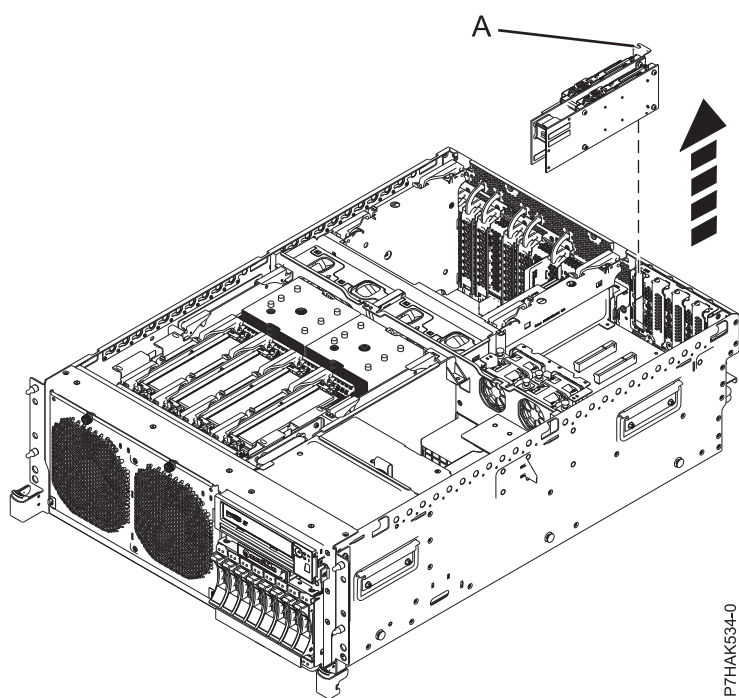
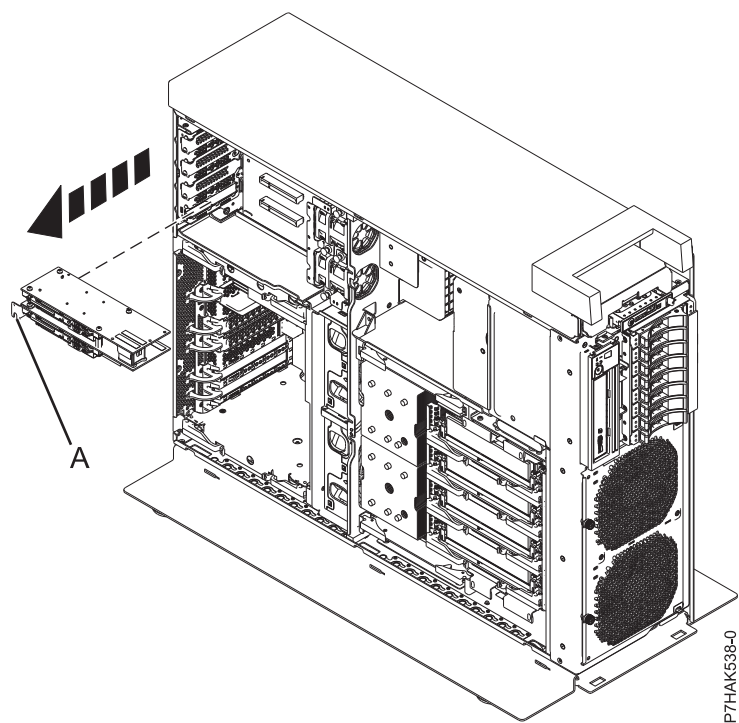

図 24. ラック・マウント・システムの拡張ライザーからの PCIe RAID および SSD SAS アダプターの取り外し
図 25. スタンドアロン・システムの拡張ライザーからの PCIe RAID および SSD SAS アダプターの取り外し
13. ご使用のシステムに拡張ライザーがある場合、アダプターのテール・ストック (A) を使って低プロファイル PCIe アダプターをそのスロットから引っ張り出すことができます (34 ページの図 24 および 34 ページの図 25 を参照)。